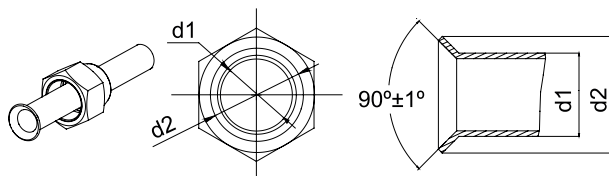

Рис. 9
4. Развальцовка должна быть выполнена равномерно, на развальцованном участке не должно быть трещин (см. рис. 9).